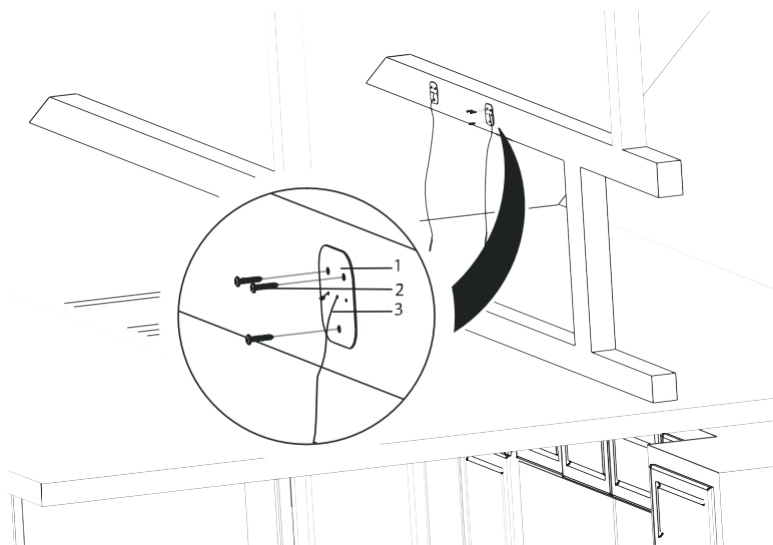

Fig. 9
3. ➤ Montera nu de fyra upphängningsplattorna som stålvajrarna är fästa vid på en regel i taket. Monteringsplattorna måste vända mot alla leder (regeln måste kunna hålla panelen under installationen). Monteringsplattorna måste fästas med 3x 3,9x22 skruvar (Fig. 9).